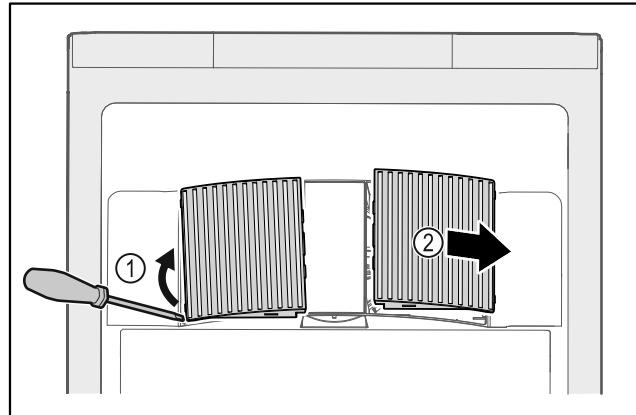

Fig. 176
- Ventiliatoriaus uždangalus atsargiai nukelkite iš šono Fig. 176 (1) ir nuimkite į priekį Fig. 176 (2).